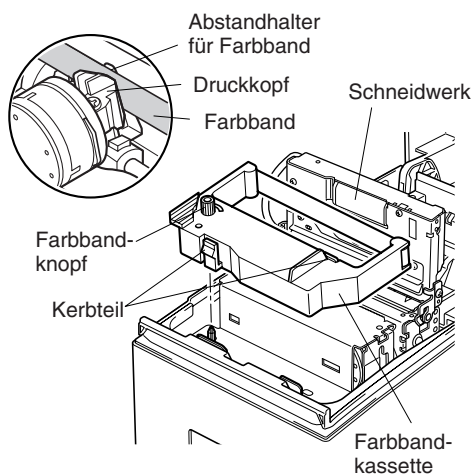

Abb. 5-10 Einlegen einer Farbbandkassette
- ④ Die Farbbandkassette in der Richtung einsetzen wie in der Abbildung 5-10 gezeigt und eindrücken, bis sie hörbar einrastet. Wenn die Farbbandkassette nicht richtig sitzt, eingedrückt halten und gleichzeitig den Farbbandknopf in Pfeilrichtung drehen.
- ⑤ Um Schlaufen im Farbband aufzuwickeln, den Farbbandzuführknopf der Farbbandkassette in Pfeilrichtung drehen.
- ⑥ Das Schneidwerk schließen.
- ⑦ Druckerabdeckung schließen.